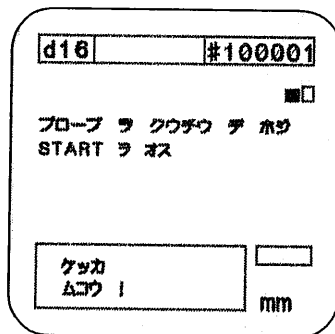

図60
- 図60が表示された場合
\* 図60以外のメッセージを表示する場合があります。その場合は、画面表示に従い再度測定してください。